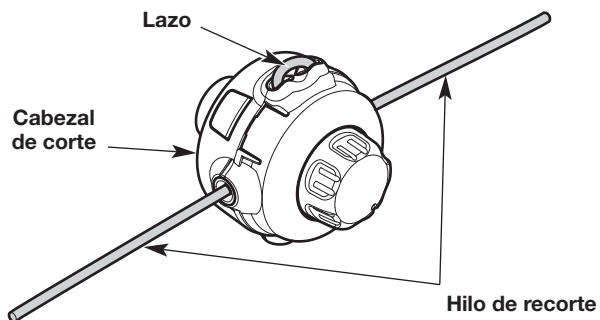

Fig. 30
1. Retire el hilo viejo del cabezal de corte. Empuje un extremo del hilo de recorte dentro del cabezal de corte hasta que sobresalga un lazo de hilo del cabezal. Tire del lazo para extraer el hilo (Fig. 30).
4. Tire de los extremos del hilo hasta que quede tenso contra el cabezal de corte. Asegúrese de que los extremos del hilo sean de igual longitud (Fig. 30). Si un extremo es más largo que el otro, empuje el extremo más largo nuevamente a través del cabezal de corte parcialmente y tire del extremo más corto hacia afuera. De ser necesario, repita el proceso hasta que ambos extremos sean de igual longitud.
5. Presione el lazo expuesto del hilo de recorte hasta que esté ajustado contra el cabezal de corte (Fig. 30).